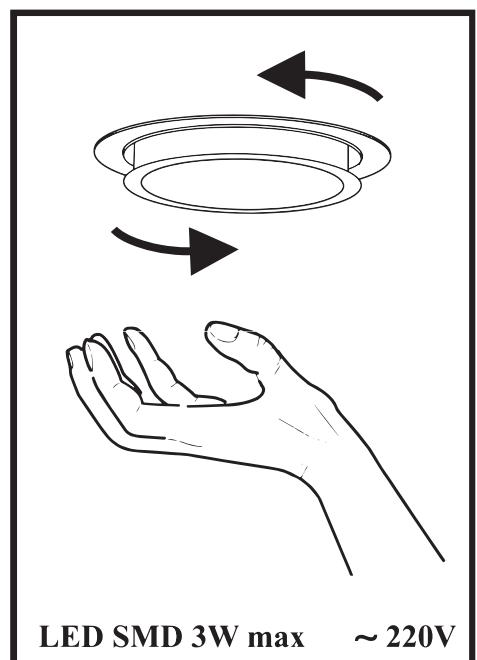

Рис.8
8.9 На вытяжке установлены **LED SMD** лампы подсветки рабочей зоны плиты. Перед началом замены ламп освещения необходимо отключить вытяжку вот электросети, дать возможность охладить лампам. Для замены лампы необходимо снять фильтры, отжать держателя патрона на себя, чтобы лампа вышла из корпуса вытяжки, удерживая держателя патрона, слегка надавит на лампу у направлении патрона и, повернув ее против часовой стрелки, вынуть (**рис.8**). Вместо нее необходимо установить новую с теми же характеристиками и установить фильтры.